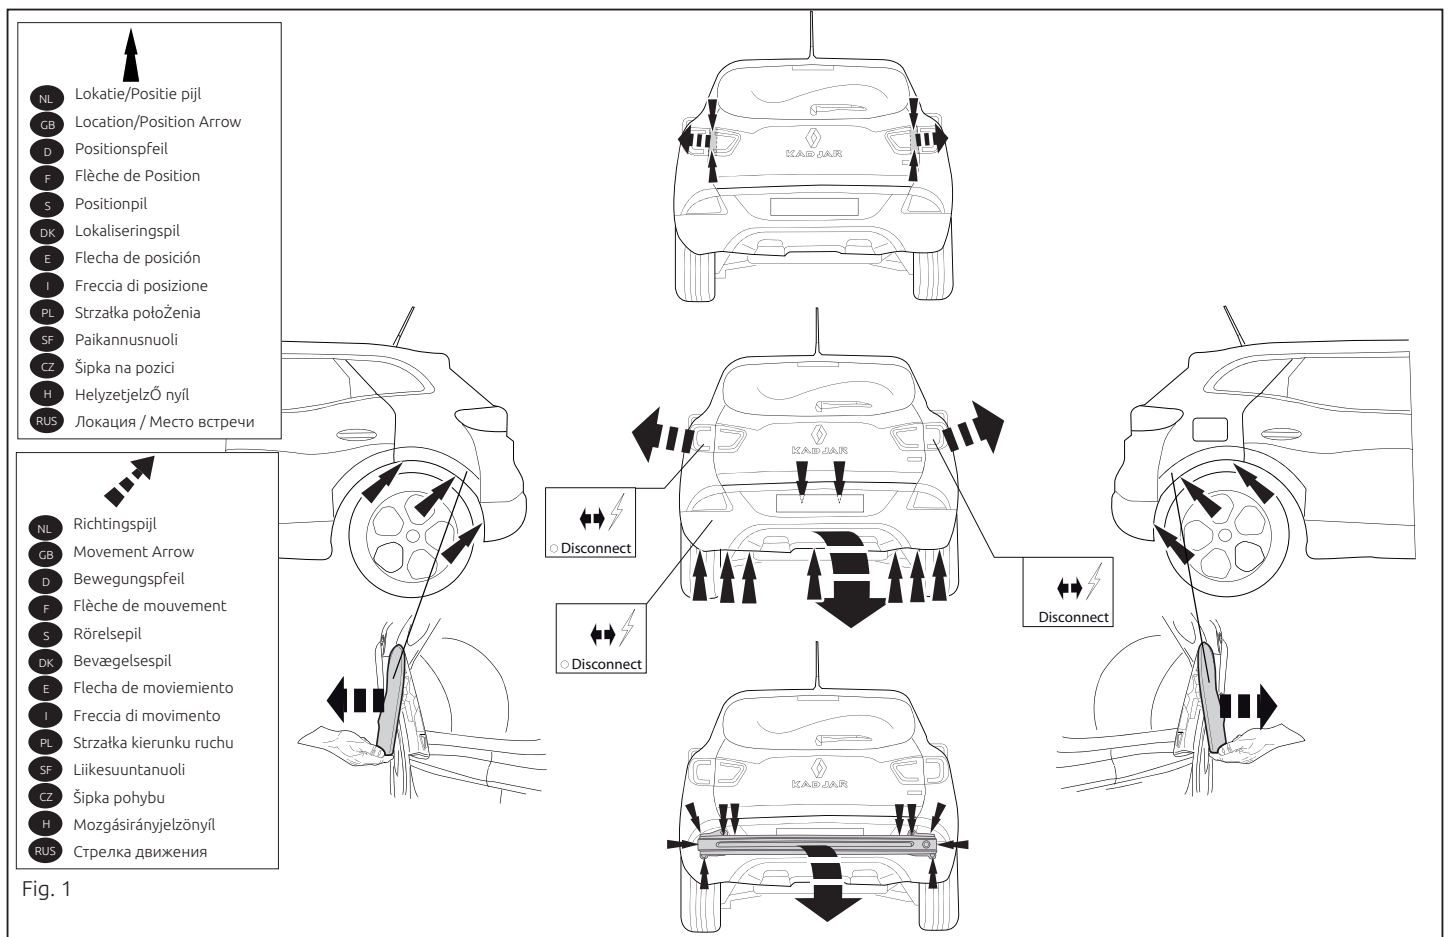

Fig. 1
1. Remove the rear-light units. Remove the bumper and the steel buffer beam from the vehicle. See figure 1.
1. Die Rücklichter abmontieren. Die Stoßstange einschließlich des stählernen Stoßbalkens vom Fahrzeug abmontieren. Siehe Abbildung 1.
1. Снять оба блока задних фар. Снять бампер вместе со стальным брызгозащитным экраном. См. рисунок 1.
la traverser en acier. Voir la figure 1.